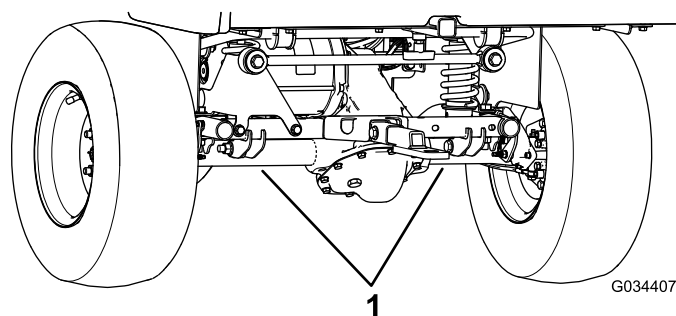

Рисунок 24
- Точка подъема в задней части автомобиля находится под трубами моста (Рисунок 24).